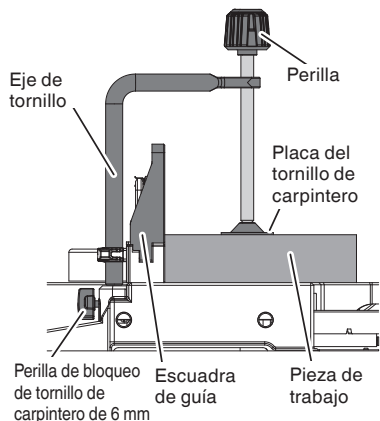

Fig. 18
- (1) El conjunto de tornillo de carpintero se puede montar sobre la base y asegurar en el lugar con la perilla de bloqueo de tornillo de carpintero de 6 mm.
- (2) Gire la perilla superior y fije firmemente la pieza de trabajo en su lugar (Fig. 18).